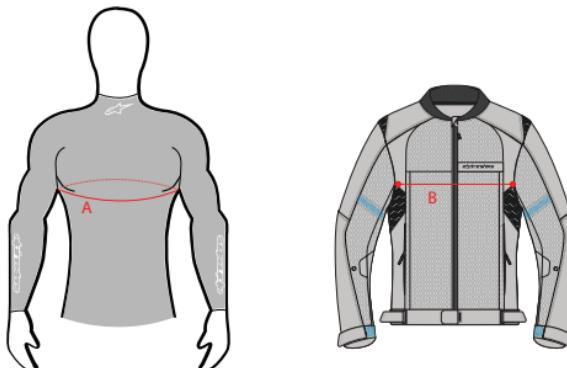

Figura 22: Referencias para las Mediciones de la Circunferencia Torácica (A) y la Anchura Torácica de la prenda (B)
¡IMPORTANTE! El Sistema deberá llevarse con cualquier prenda exterior que cumpla los siguientes criterios: medir la circunferencia del pecho (A) y la anchura de la prenda en la región pectoral (B). La prenda es compatible con el Sistema si B es mayor que A dividido por 2 más 16 cm ($B > 0.5 \times A + 16 \text{ cm}$ oz $B > 0.5 \times A + 6,30 \text{ in}$) (Figura 22).